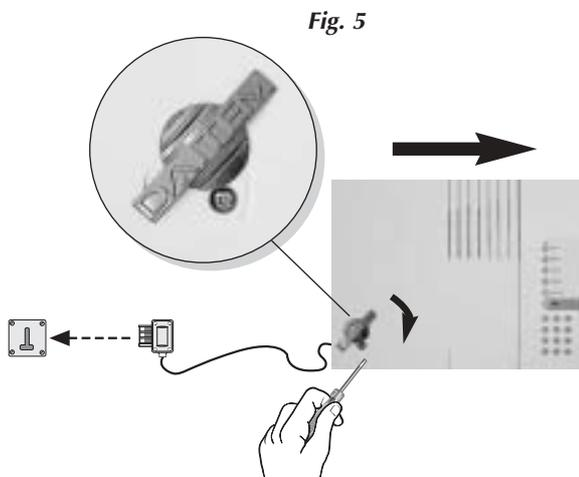

Fig. 5
- Refermer le capot de la centrale en le faisant glisser vers la droite (cf. **Fig. 5**).
- Visser la vis de fermeture du capot et rabaisser le logo (cf. **Fig. 5**).